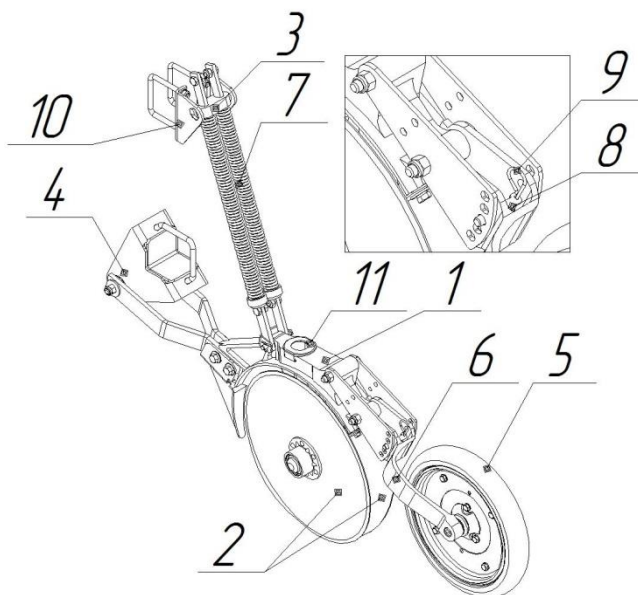

Рисунок 13.
Глубина заделки семян в почву зависит от глубины хода дисков (2) (рис.13), которая задаётся положением регулятора глубины с опорно-прикатным колесом (5) относительно корпуса (1) с дисками.